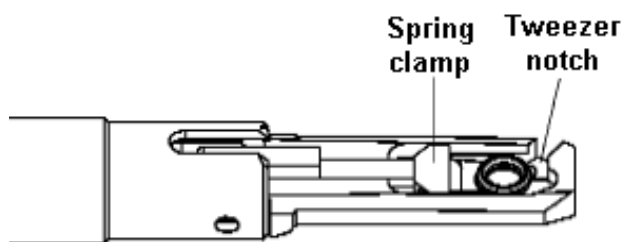

图 1
- 1) 将单倾样品杆（图 1）放入有机玻璃管 holder 中,注意手不要接触样品杆前端位置;